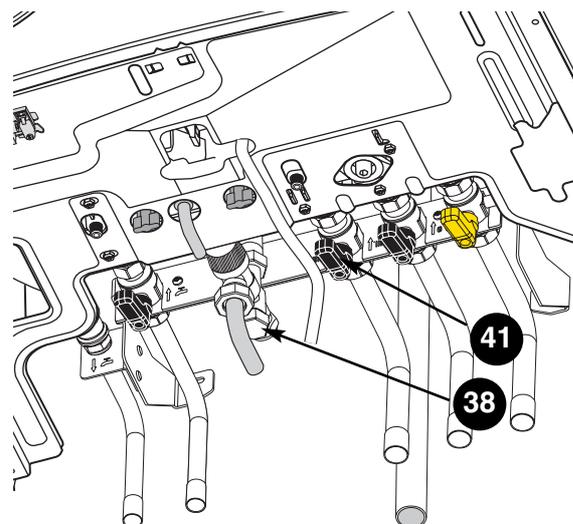

Fig. 23
- actionner la vanne d'évacuation de la soupape ballon **38** (fig. 23). L'eau s'écoule par l'orifice de vidange.